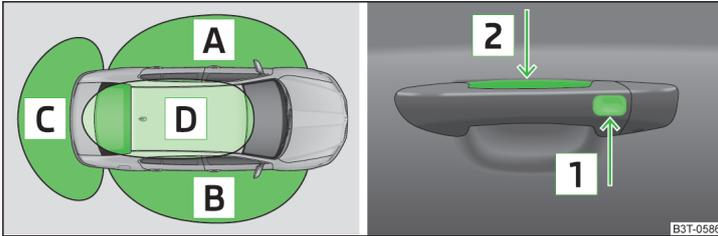

Abb. 32 KESSY: Bezeichnung der Bereiche / Sensoren im Griff der Vordertür
**Entriegelungs- bzw. Verriegelungsbereiche** » Abb. 32
Das System KESSY (Keyless Entry Start Exit System) ermöglicht eine Entriegelung bzw. Verriegelung des Fahrzeugs ohne die aktive Verwendung des Schlüssels. Der Schlüssel muss sich dabei in einem der Bereiche **A**, **B** bzw. **C** » Abb. 32 (bis etwa 1,5 m vom Fahrzeug entfernt) befinden.
➤ Den Türgriff der vorderen Tür fassen oder den Sensor **2** » Abb. 32 mit der ganzen Handfläche bedecken » **!**.
➤ Den Sensor **1** » Abb. 32 mit den Fingern berühren.
➤ Den Sensor **1** » Abb. 32 zweimal innerhalb von 2 Sekunden mit den Fingern berühren.
Das System KESSY kann den gültigen Schlüssel finden, auch wenn dieser z. B. im vorderen Bereich des Fahrzeugdachs vergessen wurde **D** » Abb. 32. Deshalb ist es nötig, stets zu wissen, wo sich der Schlüssel befindet.
- ✓ Der Schlüssel, mit dem das Fahrzeug verriegelt wurde, blieb im Fahrzeug im Bereich **D** » Abb. 32 auf Seite 52.
Wird das Fahrzeug innerhalb von 60 Stunden bzw. 90 Stunden nicht entriegelt, werden die Sensoren im Griff der Beifahrertür bzw. Fahrertür automatisch deaktiviert » Abb. 32 auf Seite 52.
› Die Fahrertür mithilfe des Sensors  » Abb. 32 auf Seite 52 entriegeln.